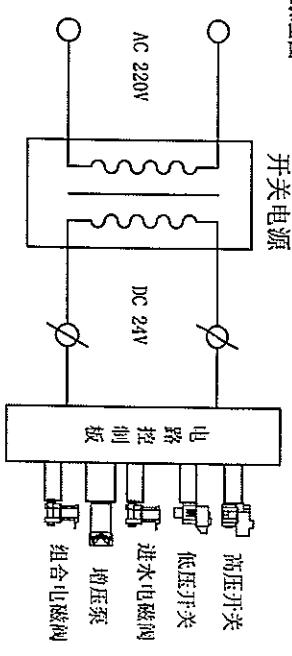

图4(仅供参考)
- (1) 关闭进水球阀下进水管的进水阀门, 打开阀门上金属软管(图4);